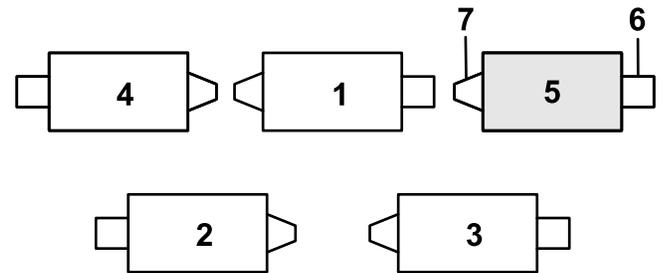

図 12
- 1. 補正 Springs のロッドの後穴にヘアピンが取り付けられている場合は、ヘアピンを外してブラケットの隣にある穴に移す 図 12。